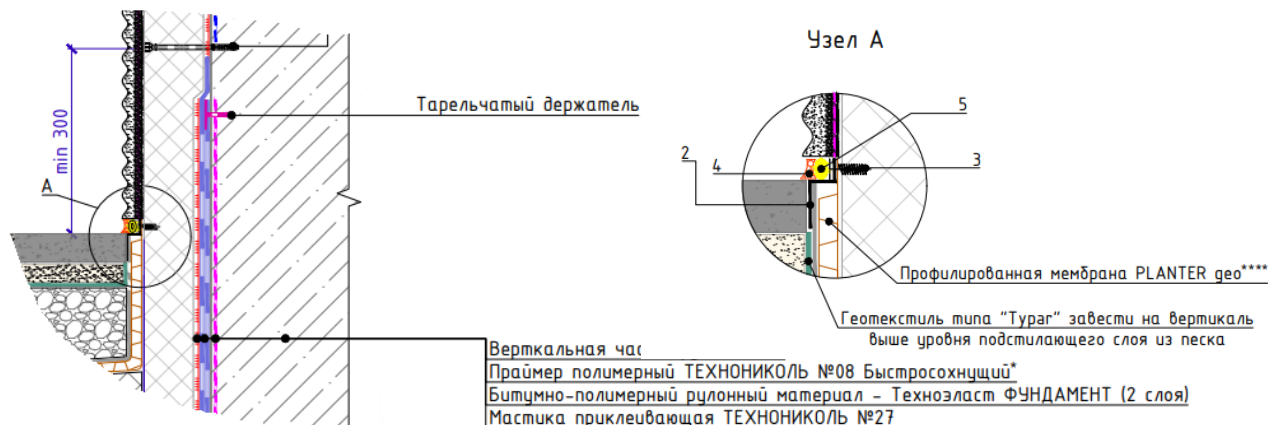

Рисунок 2 – Узел крепления экструзионного пенополистирола ТЕХНИКОЛЬ CARBON ECO FAS на гидроизоляцию
9. Теплоизоляцию из экструзионного пенополистирола устанавливают таким образом, чтобы низ плиты был ниже уровня земли и зафиксирован обратной засыпкой или прижат отмошкой, а верхняя часть была выше уровня земли и зафиксирована тарельчатым фасадным дюбелем (см. рис. 2).